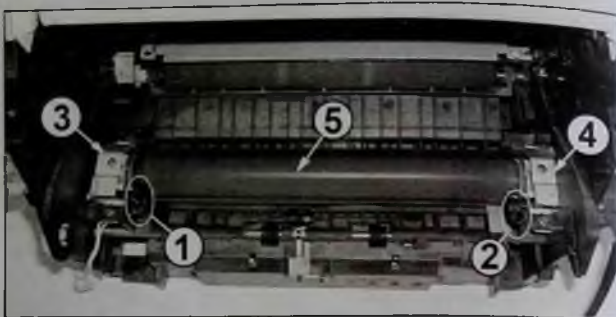

Рис. 8
7. Устанавливают в рабочее положение (перемещают от себя) рычаги (1 и 2 на рис. 8) освобождения бумаги узла термозакрепления. Запоминают местоположение держателей (3 и 4 на рис. 8) верхней части узла термозакрепления и последовательно снимают их с устройства. Для снятия слегка нажимают на держатель и перемещают его от себя.
8. Приподнимают левую сторону верхней части (5 на рис. 8) узла термозакрепления вверх, перемещают к себе и